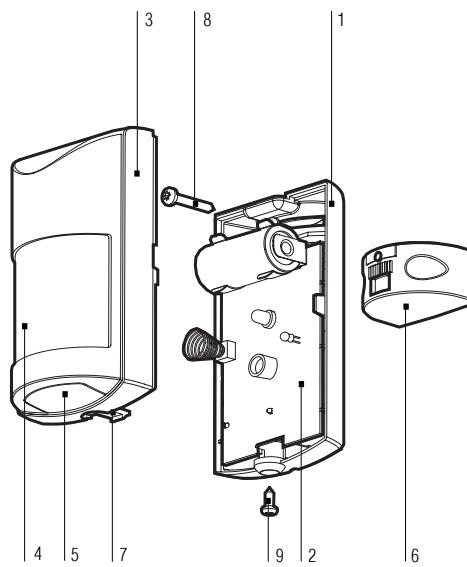

Рис. 1
Извещатель выполнен в виде одного блока (Рис.1) и состоит из: основания (1); печатной платы с элементами (2); крышки (3) с зацепом (7); защитной сетки (4); заглушки (5); кронштейна (6); шурупа (8) для крепления основания с кронштейном; шурупа (9) для фиксации крышки с основанием.